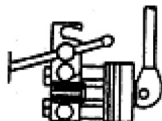

Abb. 2
- B. Mit Hilfe der **Tabelle** die Matrize und den dazugehörigen Stempel für die spezifische Anwendung auswählen. Die Matrize entsprechend der Angabe in die vorgesehene Nut mit der in Richtung Hebel positionierten Ausweitung einsetzen und mit den auf der Rückseite befindlichen Muttern in Berührung bringen (**Abb. 2**).